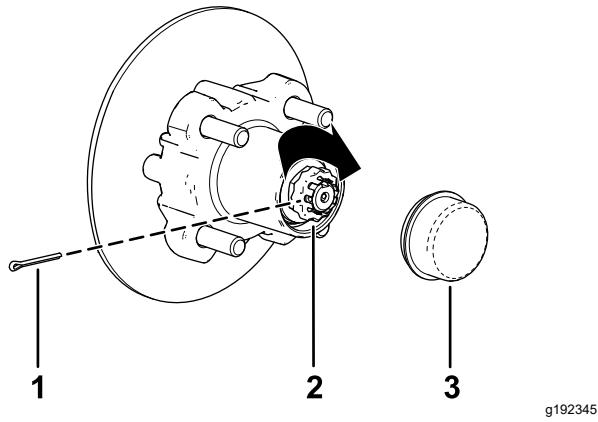

Figura 36
8. Coloque el retén sobre la tuerca y compruebe la alineación de la ranura del retén y el taladro de la chaveta del eje (Figura 36).
- 9. Instale la chaveta y doble las patas alrededor del retén (Figura 36).
- 10. Instale el tapón guardapolvo sobre el cubo (Figura 36).